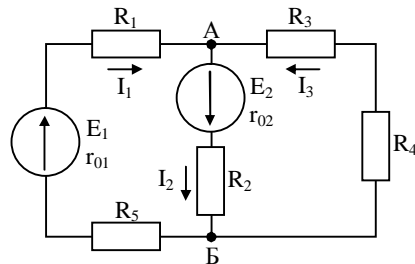

Рис. 24
Для цепи (рис. 24) определить токи во всех ветвях, если: $E_1 = 70$ В; $E_2 = 120$ В; $r_{01} = 0,5$ Ом; $r_{02} = 0,6$ Ом; $R_1 = 12$ Ом; $R_2 = 9,4$ Ом; $R_3 = 12$ Ом; $R_4 = 28$ Ом; $R_5 = 14,5$ Ом.
3. Вычисляем токи ветвей в исходной цепи (рис. 24), выполняя алгебраическое сложение частных токов, учитывая их направление
Произведем расчет цепи рис. 24 методом узлового напряжения с теми же данными.